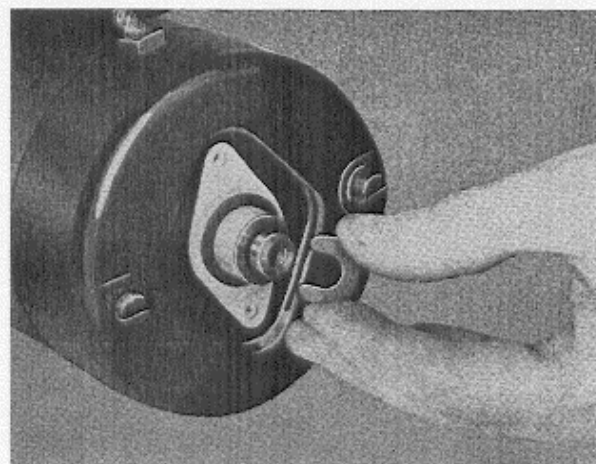

Abb. 43 Ausbau der Sicherung
2. Sicherungsscheibe und Ausgleichscheibe lt. Abb. 43 und 44 abheben.